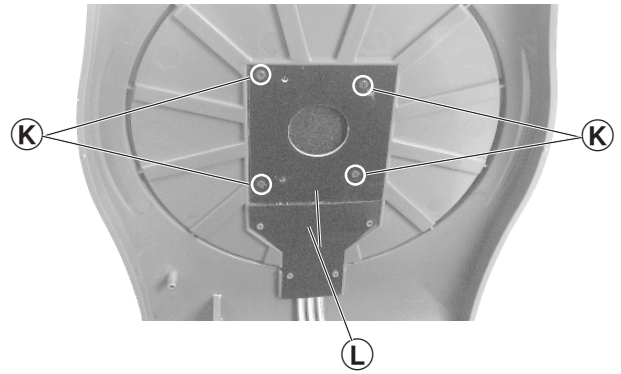

Fig. 7
- 4 Schrauben **K** (Fig. 7) herausdrehen.
- Undo 4 screws **K** (Fig. 7).